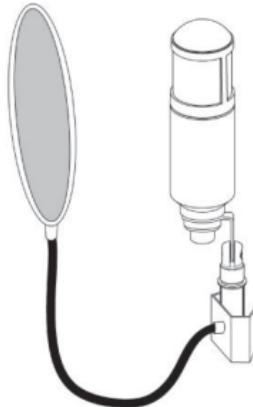

рис. 8
5. Для увеличения срока эксплуатации микрофона при работе с вокалистами рекомендуется использовать поп-экран (рис. 8).